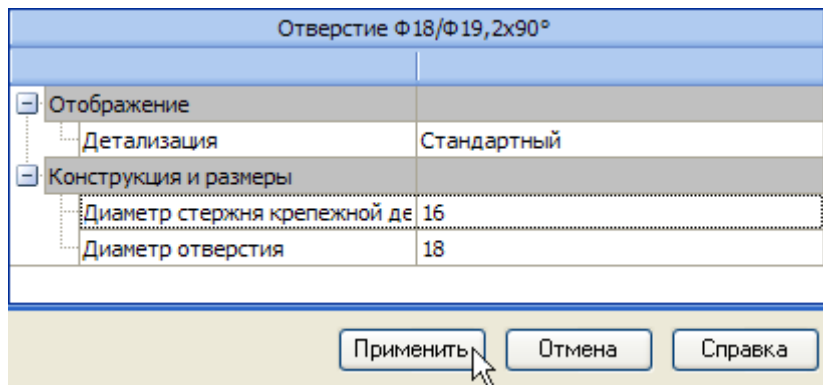

Рисунок 12.
- В окне библиотеки Стандартные изделия нажмите кнопку Применить (рис.12).